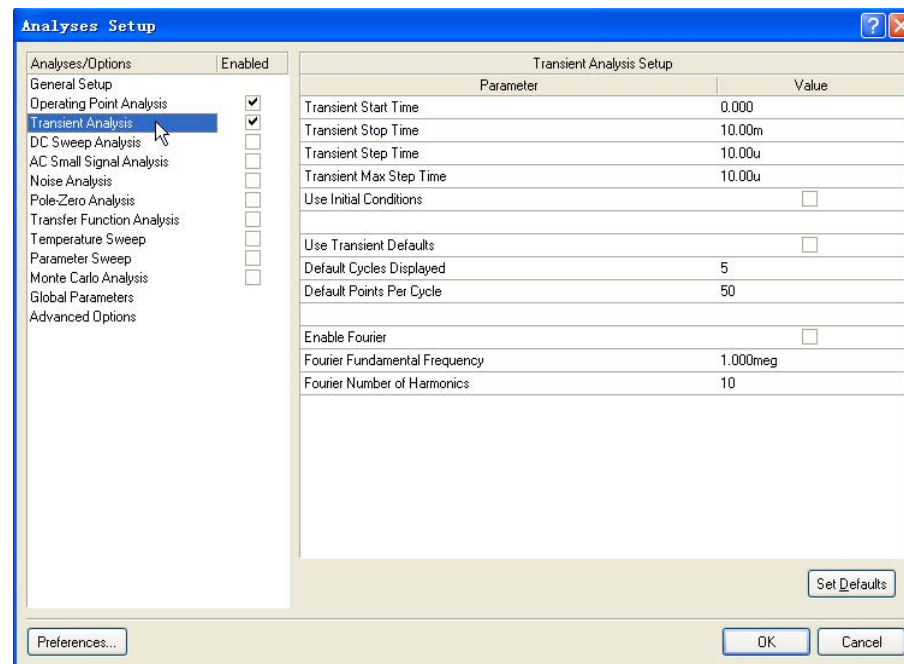

图13-24 瞬态特性参数设置
4. 激活Transient Analysis选项, 设置Transient Stop Time为10ms, 指定一个10ms的仿真窗口; 设置Transient Step Time为10us, 表示仿真可以每10us显示一个点; 设置Transient Max Step Time:10us; 如图13-24所示。